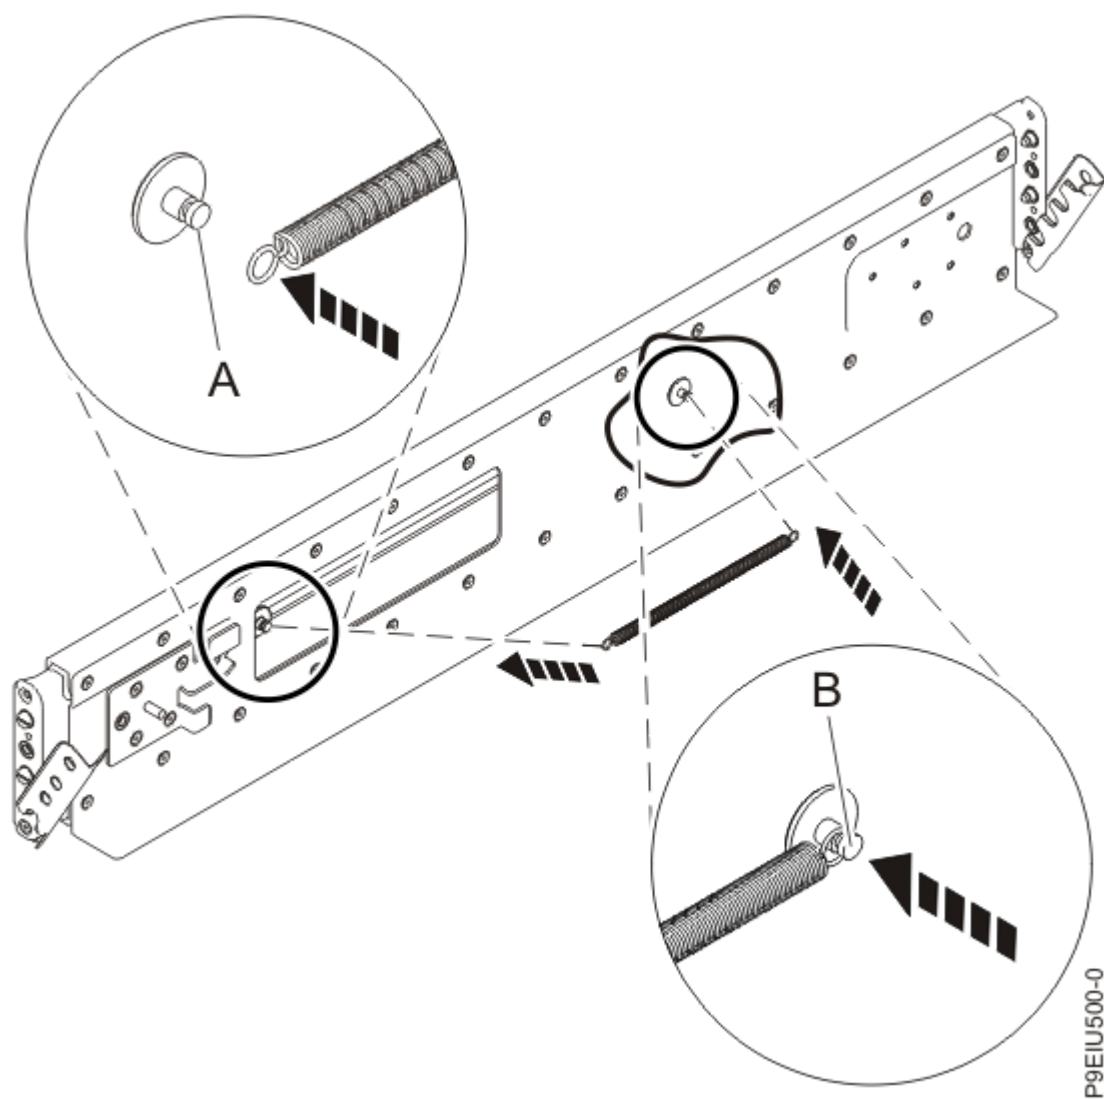

Рисунок 3. Установка пружины на направляющей
4. Установите пружину на направляющей, зацепив один конец за одну из круглых опор **(A)**, а второй конец за другую круглую опору **(B)** (см. Рисунок 3 на стр. 5).